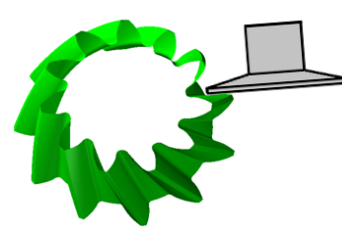

図45.58 **Linear bevel gear**のピニオンと片テーパ形砥石
- (1) ベベルギヤの外歯、内歯、そしてオフセットも自由に設計することができます。そのため、従来の考えにとらわれない歯車の使用や組み合わせが可能です(ex.  $\Sigma \neq 90^\circ$ で容積小)。
- (2) 歯形データさえあればマシニングセンタなどで加工が可能です。そのため歯車加工専用機の制約を受けません。そのため、ピニオンを小歯数歯車とすることも大歯車を内歯とすることもできます。
- (3) マシニングセンタなどの加工は一般化技術として定着しているため今後、歯車加工専用機以外の加工法としての利用が進むと考えています。
- (4) 大歯車の歯形および歯すじを直線としているため円盤形砥石での研削が加工です。このためエンドミル形工具(砥石)に比べ生産性が非常に高く、加工面も上質となります。
- (5) スパイラルベベルを円盤形砥石で研削する場合、図45.57のように砥石と歯面が干渉するため研削が困難(不可能)です。(図45.58の片テーパ形砥石でも研削は不可能)しかし、図45.58の**Linear bevel gear**のピニオンは円盤形砥石で研削できることが解ります。